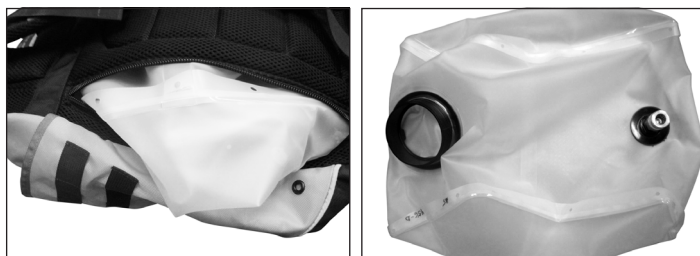

Figure 4.
4. Ouvrir les fermetures éclair à l'endos du sac à dos et retirer la doublure par cette ouverture. **(Voir la Figure 4.)**